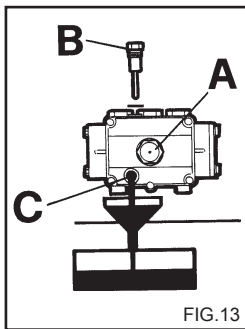

FIG.13
- 1) Skru opp drengsskruen på undersiden av pumpen (fig. 13 C).
- 2) Bruk peilepinnen til å skru av dekslet (fig. 13).